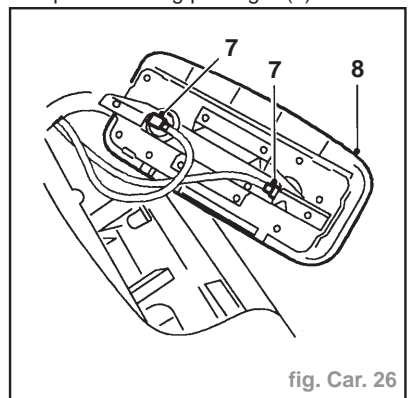

fig. Car. 26
- Dégager l'airbag passager du tableau de bord et débrancher 2 fiches multibroches (7) (fig. Car. 26).
- Déposer l'airbag passager (8).